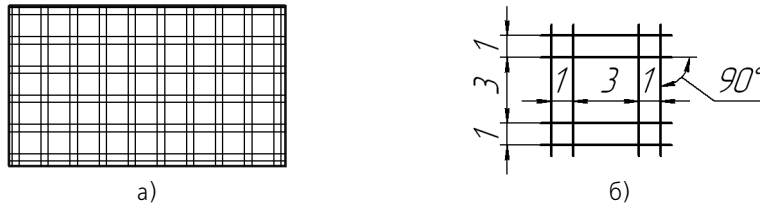

Рис. 131.4. Стиль штриховки Фарфор:
Задание. Создайте стиль штриховки **Фарфор** (рис. 131.4). Стиль линии штриховки — Тонкая.
11. Рассмотрите созданную штриховку. Убедитесь в том, что рисунок штриховки совпадает с образцом, представленным на рис. 131.4, а используемый стиль линии — *Тонкая*.